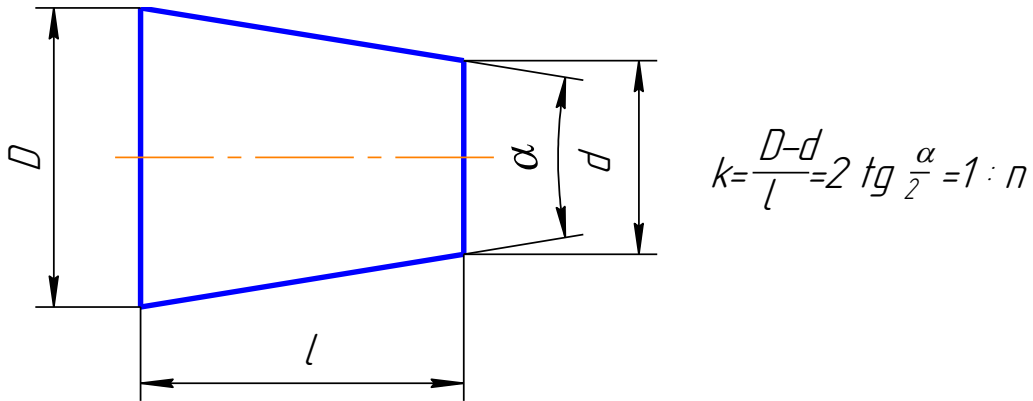
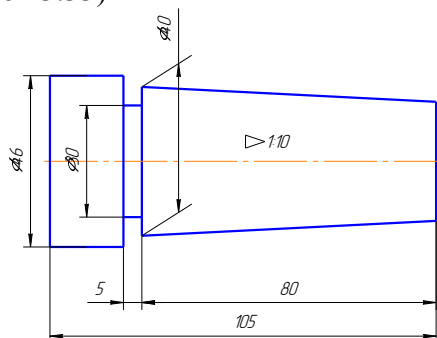

Рисунок 3.29 – Пример построения конусности
Рисунок 3.34 – Пример выполнения задания детали с конусностью
**Конусность** – это отношение разности диаметров двух поперечных сечений усеченного конуса к расстоянию между ними (рисунок 3.29).
На чертеже конусность по размерам и вместо буквы *n* поставить числовое значение, полученное в ходе расчета по формуле, приведенной на рисунок 3.29. Проставить полученные размеры (рисунок 3.34)